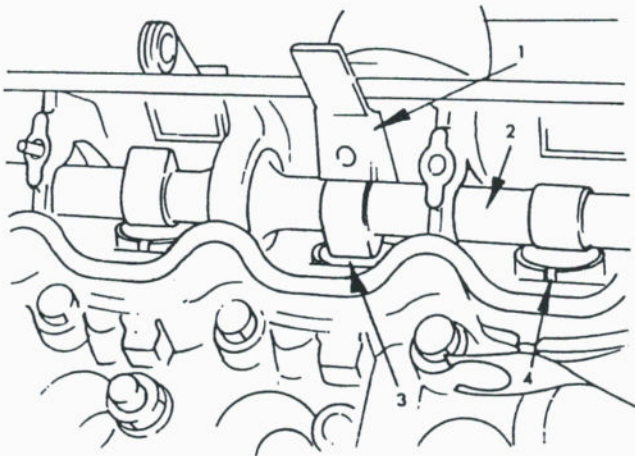

Bild 46
- Stößel durch das Werkzeug A.60422 mit Hilfe des Schiebers festklemmen, wie es aus Bild 46 ersichtlich ist.